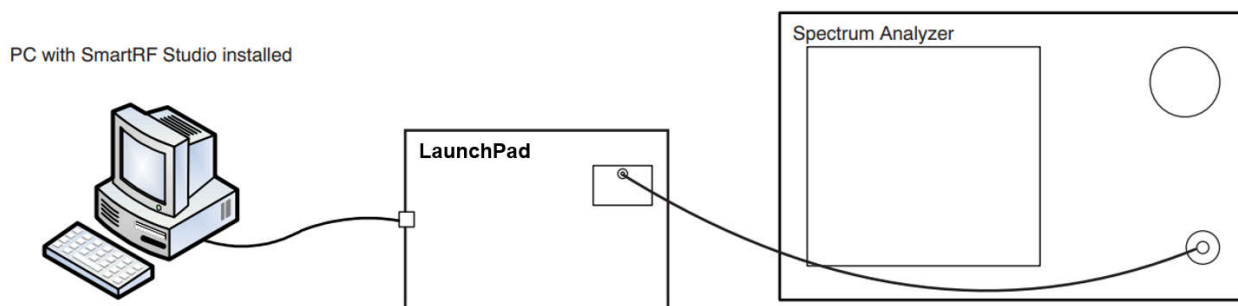
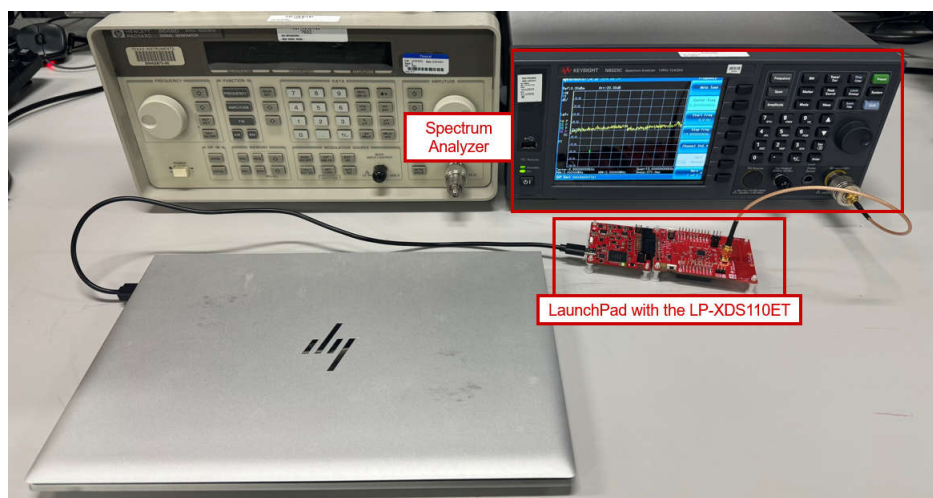

図 7-5. 電力スペクトル密度マスクのテスト設定図
図 7-6. 電力スペクトル密度マスクテストのベンチ設定
テスト環境: 図 7-5 にテスト設定を示します。
- ステップ 1: 図 7-5 および 図 7-6 に示すように、機器を接続します。